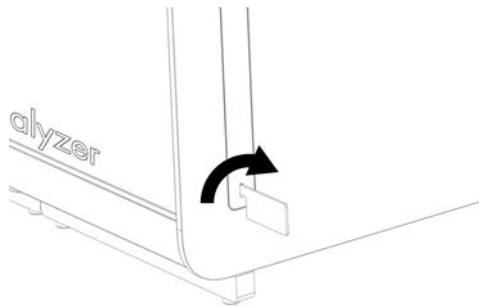

Figure 5. Retrait des capots de protection.
2. Retirez les capots de protection sur le côté du module analytique à l'aide de l'outil de retrait des capots de protection fourni avec le QIAstat-Dx Analyzer 1.0 (Figure 5).